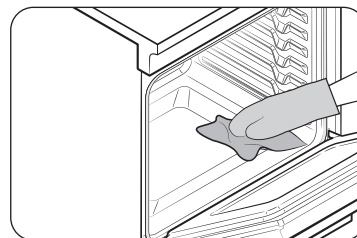

Fig. 1
- Essuyez les débris sur le fond du four. (Fig. 1)